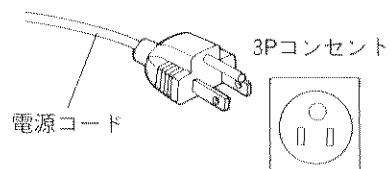

図4-2
- ① 光源装置の電源スイッチがOFFになっていることを確認してください。
- ② 電源コードを、定格銘板に示した電気定格を満たす3Pコンセントに接続します。(図4-2)